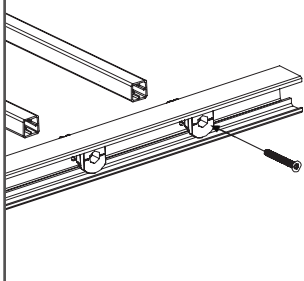

Fig. 25
5. Insérez des lattes standards dans la traverse inférieure, comme illustré à la fig. 25.